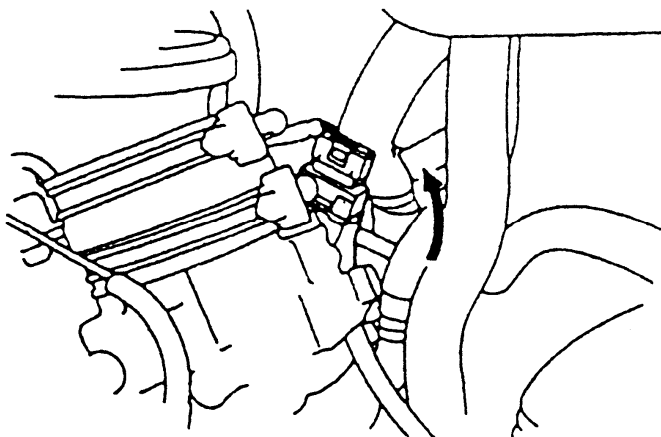

图 3-31 反时针转动节气门位置传感器
(3) 如果使用 MUT-II，将点火开关转到 ON（但不要起动发动机）。
(4) 放松节气门位置传感器固定螺栓，然后如图 3-31 所示，将节气门位置传感器反时针方向转到底。